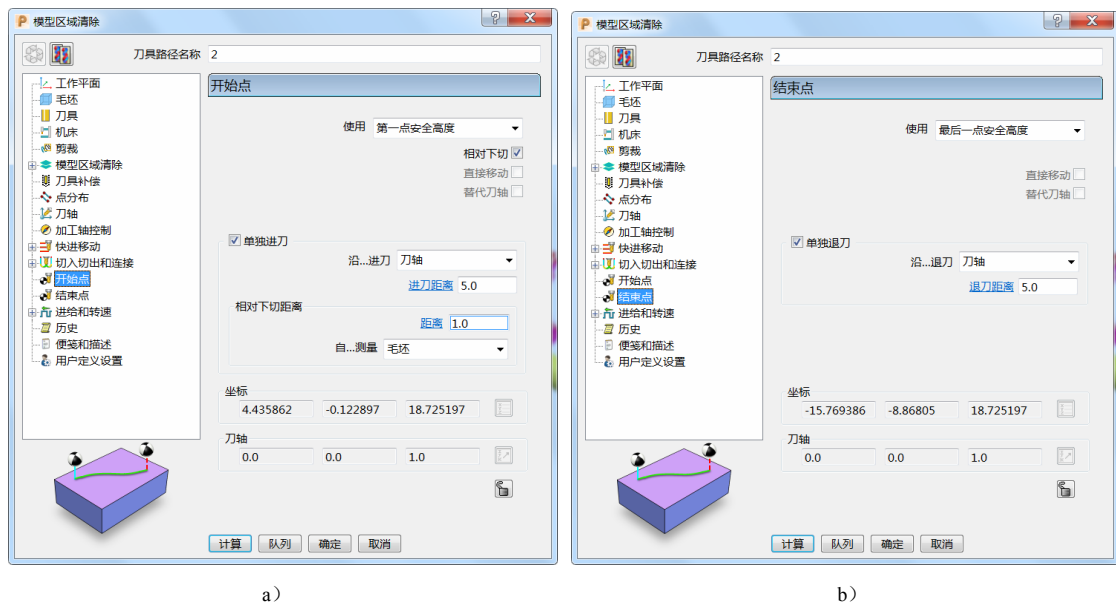

图 4-20
9) 开始点和结束点: 开始点选择“第一点安全高度”, 结束点选择“最后一点安全高度”。勾选“相对下切”“单独进刀”及“单独退刀”, 设定进刀距离“5.0”、相对下切距离“1.0”, 自毛坯测量, 退刀距离“5.0”, 沿刀轴进刀与退刀。(图 4-20)